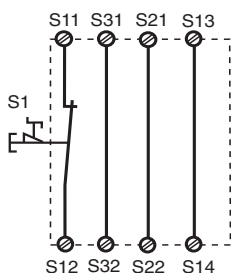
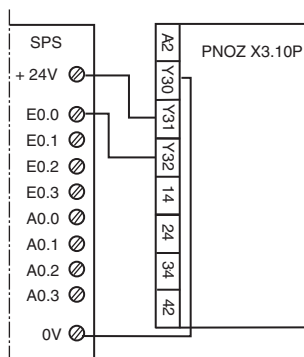

Fig. 2: Eingangskreis einkanalig, automat. Start/Single-channel input circuit, automatic reset/Commande par 1 canal, validation automatique
Fig. 11: Anschlussbeispiel für Halbleiterausgang/Connection of semiconductor output/Câblage de la sortie statique
Fig. 2 ... Fig. 11 zeigen Anschlussbeispiele für Not-Halt-Beschaltung mit automatischem und überwachtem Start, Schutztüransteuerung und Lichtschrankensteuerung sowie Kontaktvervielfachung durch externe Schütze.
- Fig. 2 und 7: **keine** Verbindung S33-S34
Beachten Sie bei Fig. 2 und 7: Das Gerät startet bei Spannungsausfall und -wiederkehr automatisch. Verhindern Sie einen unerwarteten Wiederanlauf durch externe Schaltungsmaßnahmen.
Fig. 2 ...Fig. 11 show connection examples for Emergency Stop wiring with automatic and monitored reset, safety gate control and light curtain control as well as contact expansion via external contactors.
- Fig. 2 and 7: S33-S34 **not** connected
Please note for Fig. 2 and 7: the device starts automatically after loss of power. You should prevent an unintended start-up by using external circuitry measures.
Les figures 2 à 11 représentent les différents câblages possibles du PNOZ X3P à savoir : poussoir AU avec réarmement automatique ou auto-côntrolé, interrupteurs de position, barrage immatériel et augmentation du nombre des contacts de sécurité par contacteurs externes.
- Fig. 2 et 7: **pas** de câblage sur S33-S34
Dans le cas de la figure 2 et 7, l'appareil se réarme automatiquement après une coupure et une remise sous tension. Evitez tout risque de redémarrage par un câblage externe approprié.